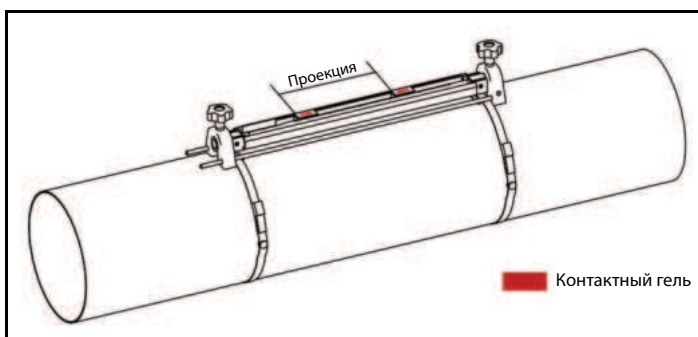

Рис. 13. Установка расстояния между преобразователями и нанесение контактного геля
- b. разместите преобразователи на вычисленном устройством расстоянии друг от друга. Если вы используете твердый контактный гель, нанесите его на поверхности обоих преобразователей. Затем разверните преобразователи в исходное положение на направляющей (см. рисунок 13 ниже).